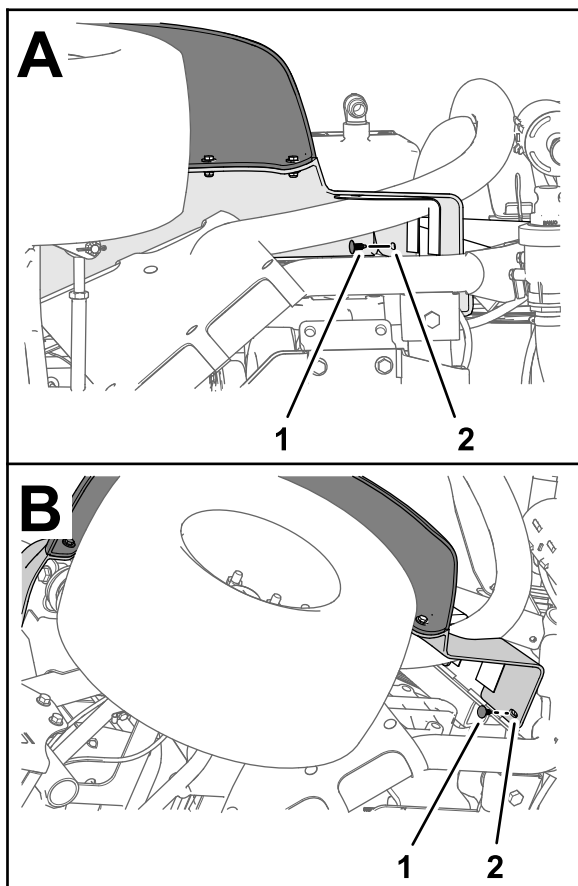

図 220
5. 押し込みファスナー2個を使って、フェンダをフレームチャンネルに固定する 図 220。